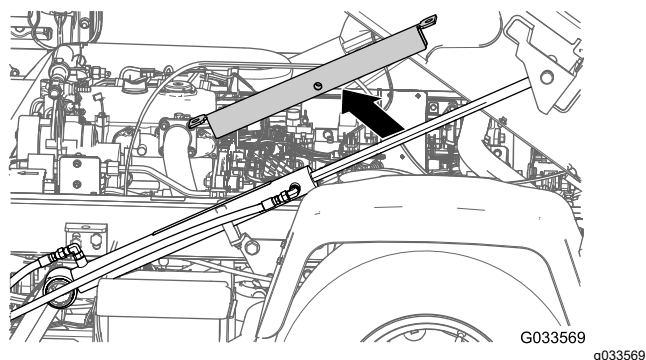
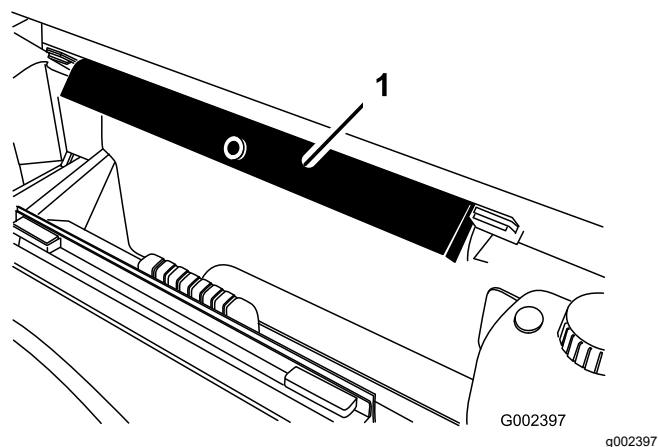

Figure 34
Figure 35
2. Retirez la béquille de plateau du vérin de levage et rangez-la dans les supports de rangement à l'arrière du panneau de la structure ROPS (Figure 34 et Figure 35).